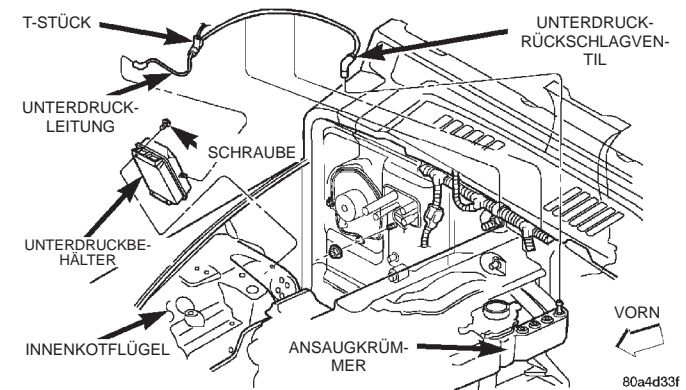

Abb. 7 Unterdruckbehälter aus- und einbauen
Der Unterdruckbehälter ist unter dem Batterieträger angebracht (Abb. 7).
(1) Batterie und Batterieträger ausbauen. Näheres hierzu siehe Kapitel 8A, "Batterie".
(2) Unterdruckleitung vom Unterdruckbehälter abbauen (Abb. 7).
(3) Die Schraube lösen, mit welcher der Unterdruckbehälter am Innentotflügel befestigt ist.
(4) Unterdruckbehälter aus dem Motorraum nehmen.